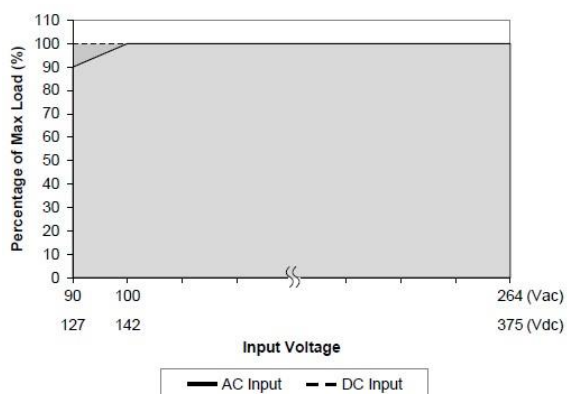

**Abb. 1 Derating für vertikale Montageausrichtung**
1. Die Komponenten des Netzteils können beschädigt werden oder ihre Leistung beeinträchtigt werden, wenn das Netzteil ständig außerhalb des schattierten Bereichs verwendet wird (siehe Abb. 1).
3. Wenn die Ausgangsleistung bei einer Umgebungstemperatur von mehr als 60 °C nicht reduziert wird, geht das Gerät in den Überhitzungsschutz-Modus. Sobald dieser aktiviert ist, schaltet das Netzteil ab und bleibt ausgeschaltet, bis die Umgebungstemperatur gesenkt oder die Last so weit reduziert wurde, wie es notwendig ist, um das Gerät in einem funktionsfähigen Zustand zu halten. Für den Neustart des Geräts muss die Eingangsspannung (AC) getrennt und wieder angeschlossen werden.